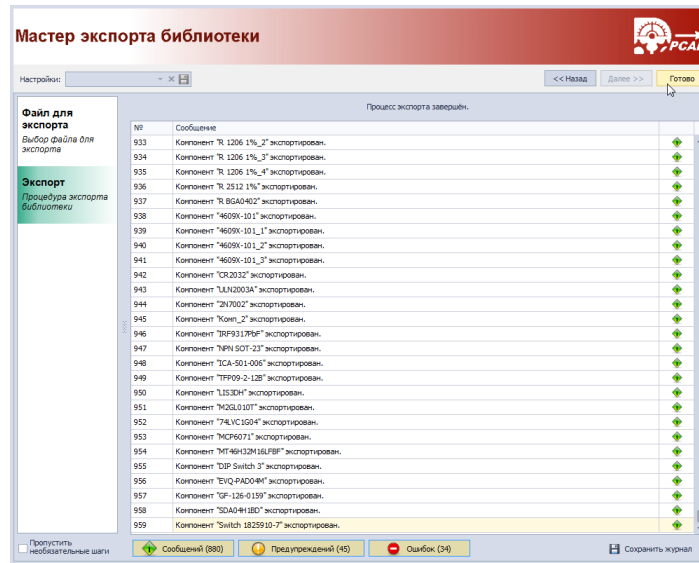

Рис. 43 Закрытие окна мастера экспорта
5. Закрыть окно мастера экспорта, нажав на кнопку «Готово», см. Рис. 43.